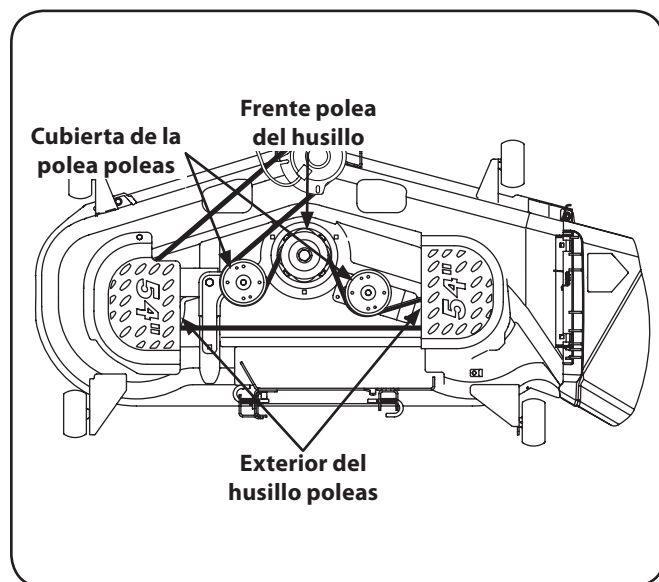

Figura 7-8
- Para colocar la nueva correa comience encaminando la correa alrededor de las dos poleas de huso externas, entonces alrededor de la polea de huso delantera según las indicaciones de Figura 7-8.
- Entonces encamine la correa alrededor de las dos poleas más ociosas de la cubierta como demostración en Figura 7-8.